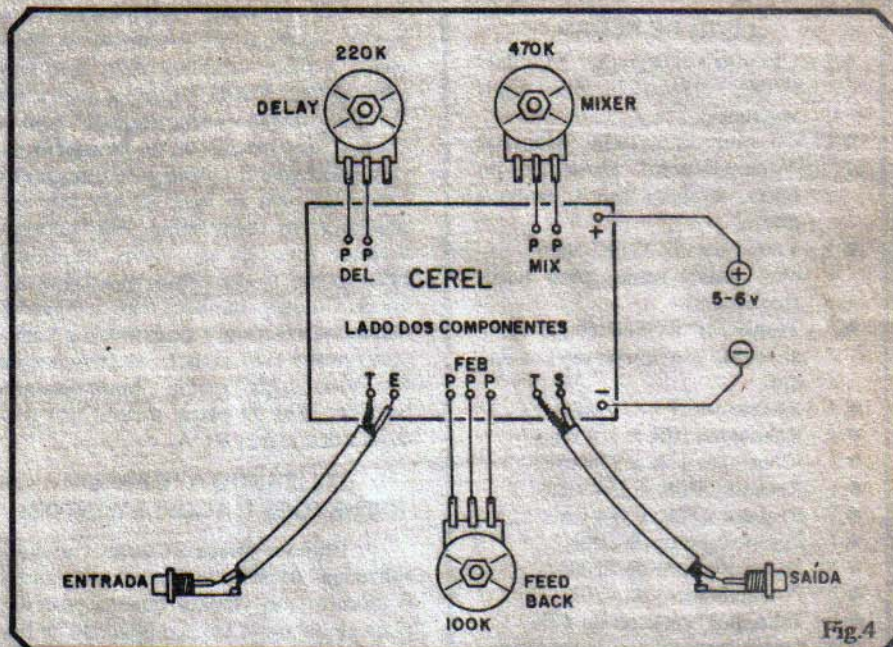

Fig.4
- FIG. 4 - "Chapeado" da montagem (diagrama dos componentes já posicionados no lado **não cobreado** da placa). Atenção especial deve ser dedicada aos **componentes polarizados** (que exigem serem ligados numa posição única e certa - se forem "invertidos", o
circuito não funcionará, e o próprio componente poderá sofrer dano...), quais sejam o Integrado, o transistor, o diodo zener e os capacitores eletrolíticos. Quanto aos demais componentes, o importante é respeitar os **valores**, em relação às **posições** que ocupam na placa. Quem ainda tiver dúvidas a respeito, deve consultar o TABELÃO APE (outro encarte permanente, junto às INSTRUÇÕES GERAIS, lá no começo da Revista...). Observar também o posicionamento das duas bobinas, cujas espiras devem ficar em situação perpendicular (uma em relação à outra bobina), evitando interações não desejáveis... Cuidado também para não "trocar" as posições das bobinas B1 e B2 (o circuito não funcionará, se isso ocorrer). Notar ainda que o **trim-pot** e o capacitor variável são montados "em pé" sobre a placa, devendo ambos (para um confortável acionamento) ter suas bases bem **rentes** à superfície do fenolite, para que fiquem bem "firmes". **NÃO ESQUECER** o único "**jumper**" (pedaço de fio simples, interligando duas pilhas), codificando na fig. 4 como "J" (logo acima da posição ocupada pelo capacitor variável). O corte das "sobras" de terminais e pontas de fio, pelo lado cobreado da placa, apenas deve ser feito **após** uma rigorosa conferência quanto às posições, valores, qualidade dos pontos de solda, etc.